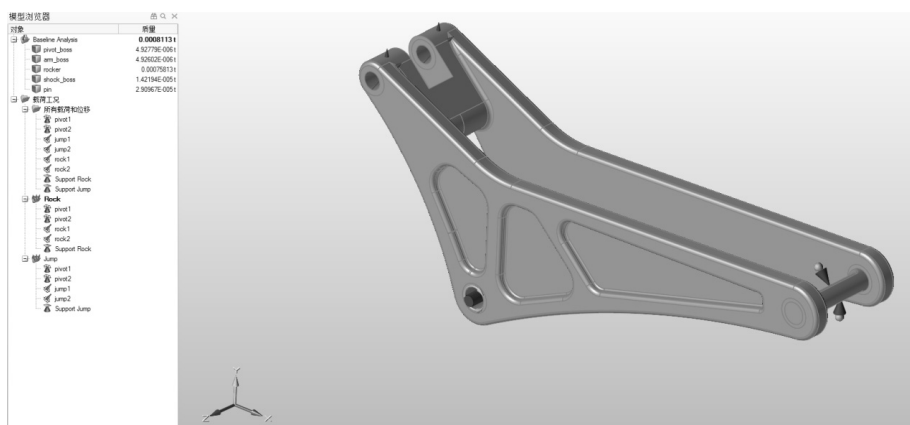

图 8-2
- 5) 如果模型不可见，则按〈F2〉键打开模型浏览器，如图 8-2 所示。